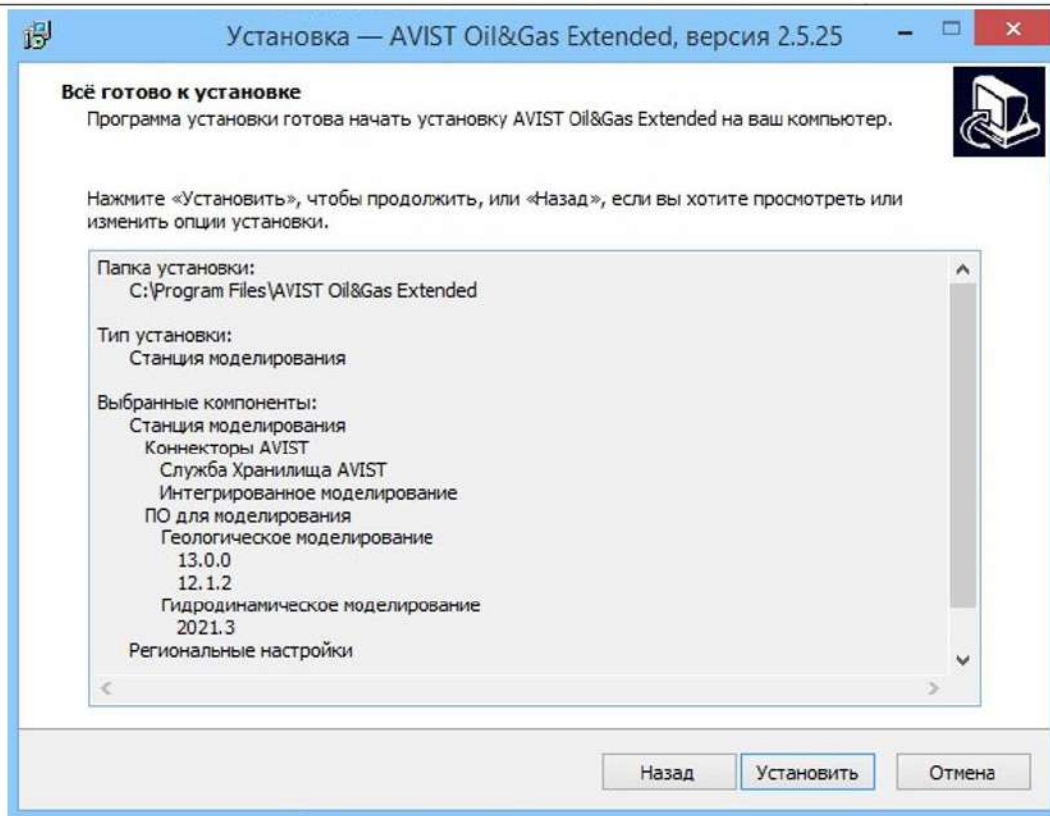

Рисунок 60 - Запуск установки AVIST Oil&Gas Extended
14) Следующее окно отображает тип установки, выбранные компоненты установки и директорию установки. Для запуска установки нажать кнопку «Установить», для изменения или просмотра опций установки нажать кнопку «Назад» (Рисунок 60).